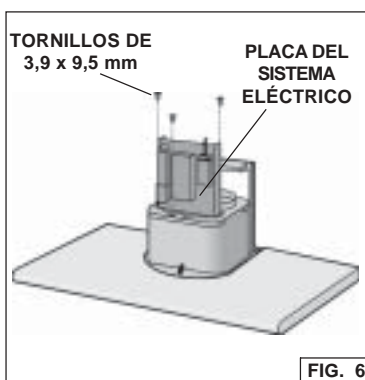

FIG. 6
4. Asegure la placa del sistema eléctrico a la campana de cocina con (3) tornillos de montaje. Fig. 6